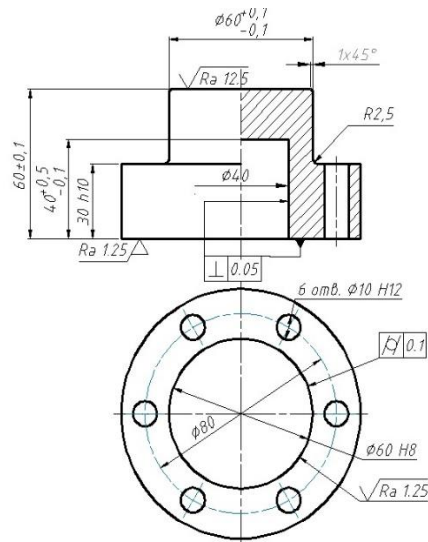

Рис. 4.67. Ескіз завдання 4.2.1
1. Використовуючи кресленник пластини з прикладу 3.2 намалювати ескіз у відповідності до рис. 4.67.